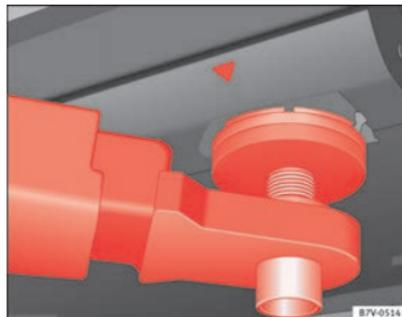
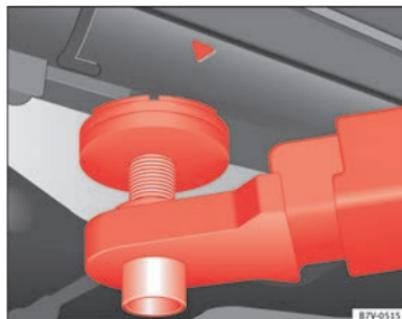

Fig. 129 Puntos de apoyo delanteros para elevar el vehículo con la plataforma elevadora o con el gato.
Fig. 130 Puntos de apoyo traseros para elevar el vehículo con la plataforma elevadora o con el gato.
Para levantar el vehículo deberá servirse únicamente de los puntos indicados en las figuras → fig. 129 y → fig. 130. Si no se eleva el vehículo por los puntos indicados, éste podría sufrir desperfectos ⇒ ⚠ y causar lesiones graves ⇒ ⚠.
- Elevar el vehículo sirviéndose únicamente de los puntos indicados en las figuras ⇒ fig. 129 y ⇒ fig. 130. Si no se eleva el vehículo por los puntos indicados, podría caerse de la plataforma elevadora al desmontar, por ejemplo, el motor o la caja de cambios.